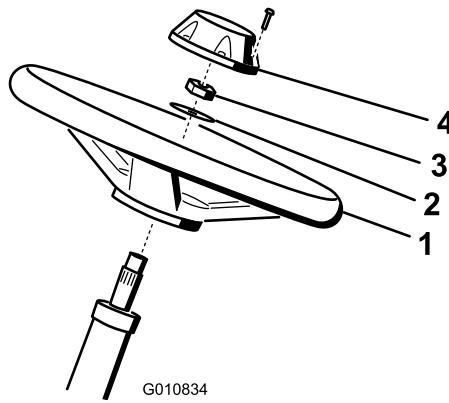

Figure 4
1. Glissez le volant sur l'arbre de direction (Figure 4).
2. Glissez la rondelle sur l'arbre de direction (Figure 4).
- Fixez le volant sur l'arbre au moyen d'un contre-écrou serré à un couple de 27 à 35 N·m (Figure 4).
- Montez le couvre-moyeu sur le volant et fixez-le avec 6 boulons (Figure 4).